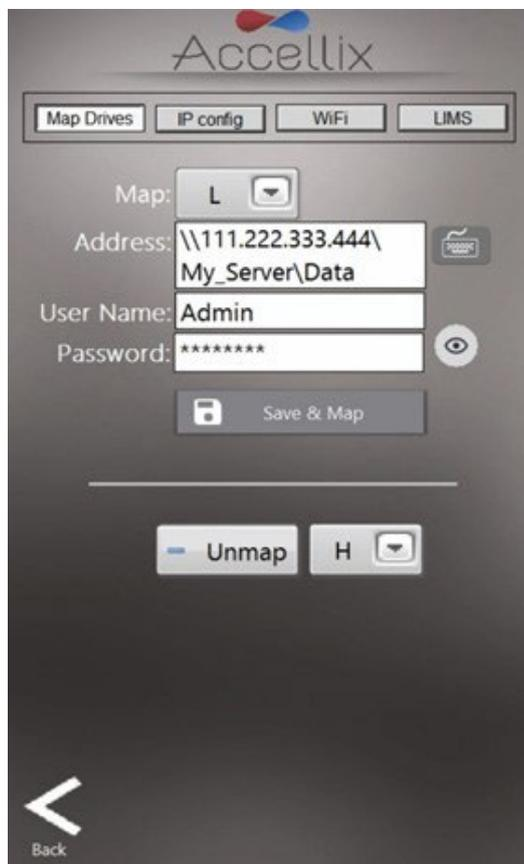

图 26: 网络屏幕: Map Drives (映射驱动器) 选项卡
**Network (网络) 功能** 屏幕 (图 26) 有 4 个选项卡:
1. Map Drives (映射驱动器) 选项卡 (图 26) 允许用户将驱动器号映射到网络驱动器。